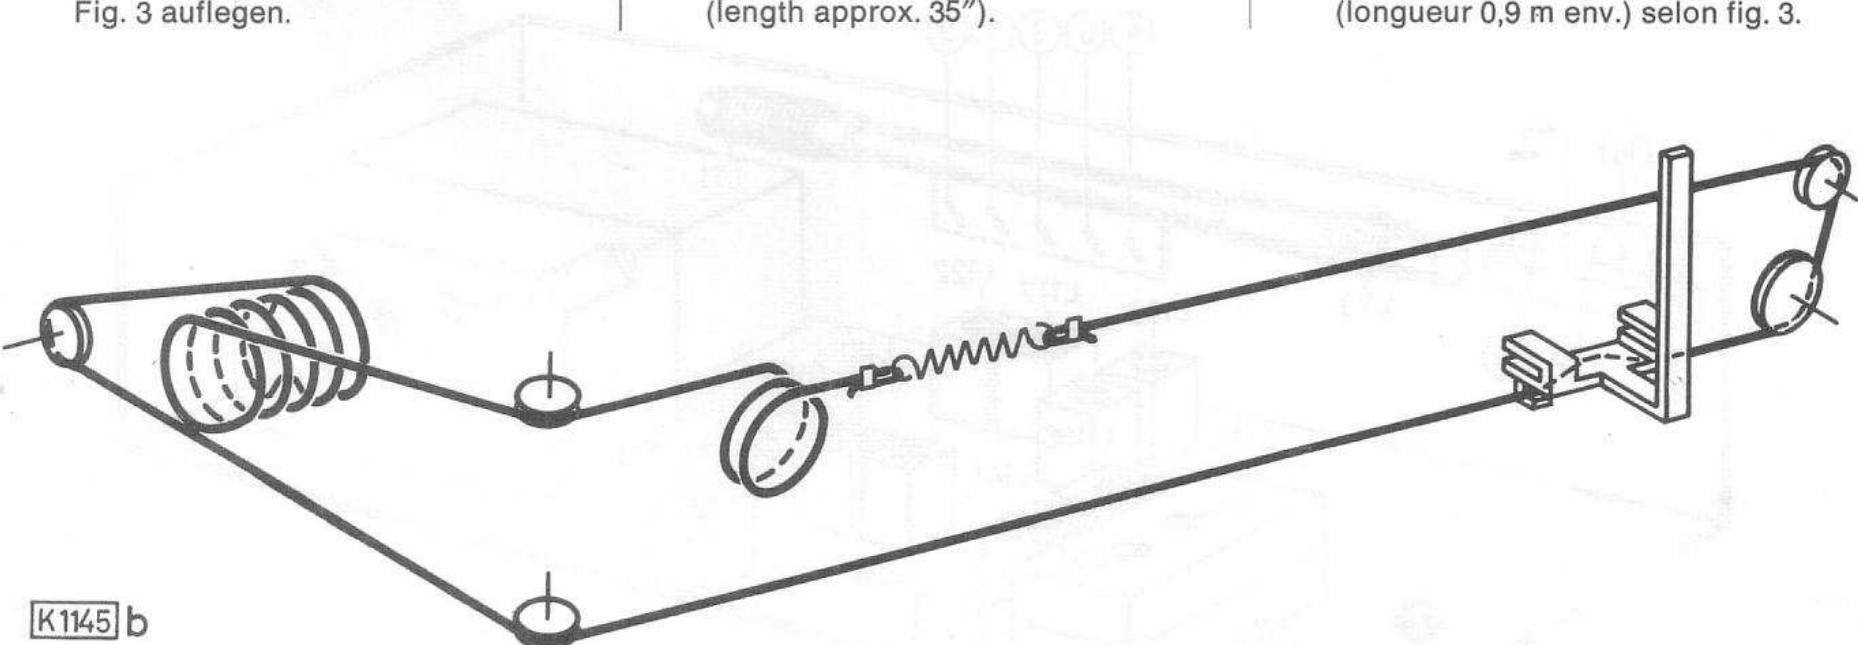

Fig. 3
- 6.2 Skalenseil (Länge ca. 0,9 m) nach Fig. 3 auflegen.
- 6.2 Place drive cable as shown in fig. 3 (length approx. 35").
- 6.2 Monter le câble d'entraînement (longueur 0,9 m env.) selon fig. 3.